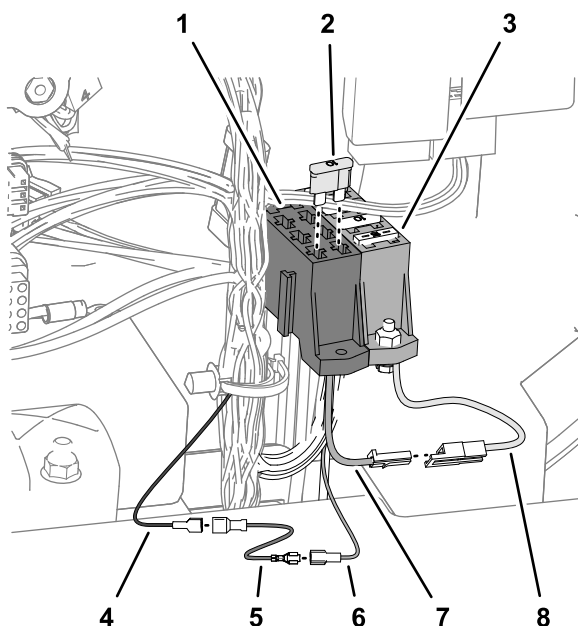

Figura 42
1. Monte el bloque de fusibles del arnés de cables adicional (Pieza N° 92-2641) en el bloque de fusibles de la máquina (Figura 42).
2. Conecte el bloque de fusibles del arnés de cables (Pieza N° 92-2641) al bloque de fusibles (Figura 42) de la máquina como se indica a continuación:
3. Conecte el arnés de arranque eléctrico (Pieza N° 107-0672) al bloque de fusibles del arnés (Pieza N° 92-2641) Figura 42 como se indica a continuación:
4. Conecte el arnés de arranque eléctrico (Pieza N° 107-0672) al cable de alimentación auxiliar del arnés del kit de Polar Trac (Figura 42) como se indica a continuación:
5. Instale el fusible (10 A) en el zócalo del bloque de fusibles (Figura 42).